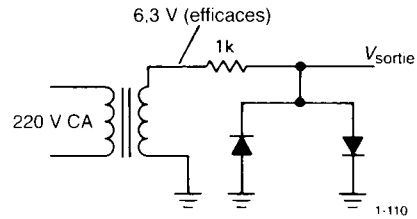

Figure 1.110
(7) Schématisez la sortie du circuit de la figure 1.110.
(8) Dessinez une sonde « un dixième » pour un oscilloscope (voir l'appendice A) dont l'impédance d'entrée est de  $1\text{ M}\Omega$  en parallèle avec  $20\text{ pF}$ . Suppo-